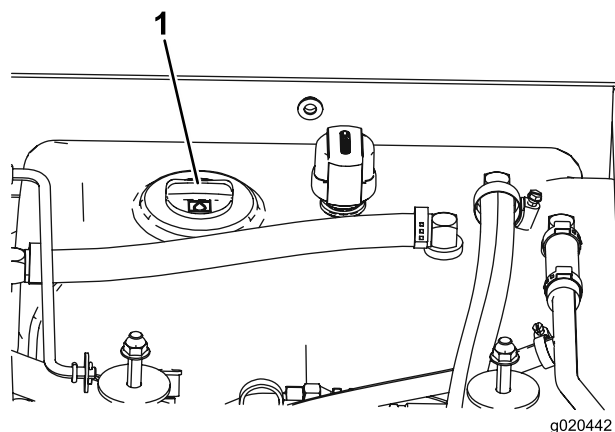

Figure 11
3. Nettoyez la surface autour du goulot et du bouchon de remplissage du réservoir hydraulique (Figure 11). Enlevez le bouchon du goulot de remplissage